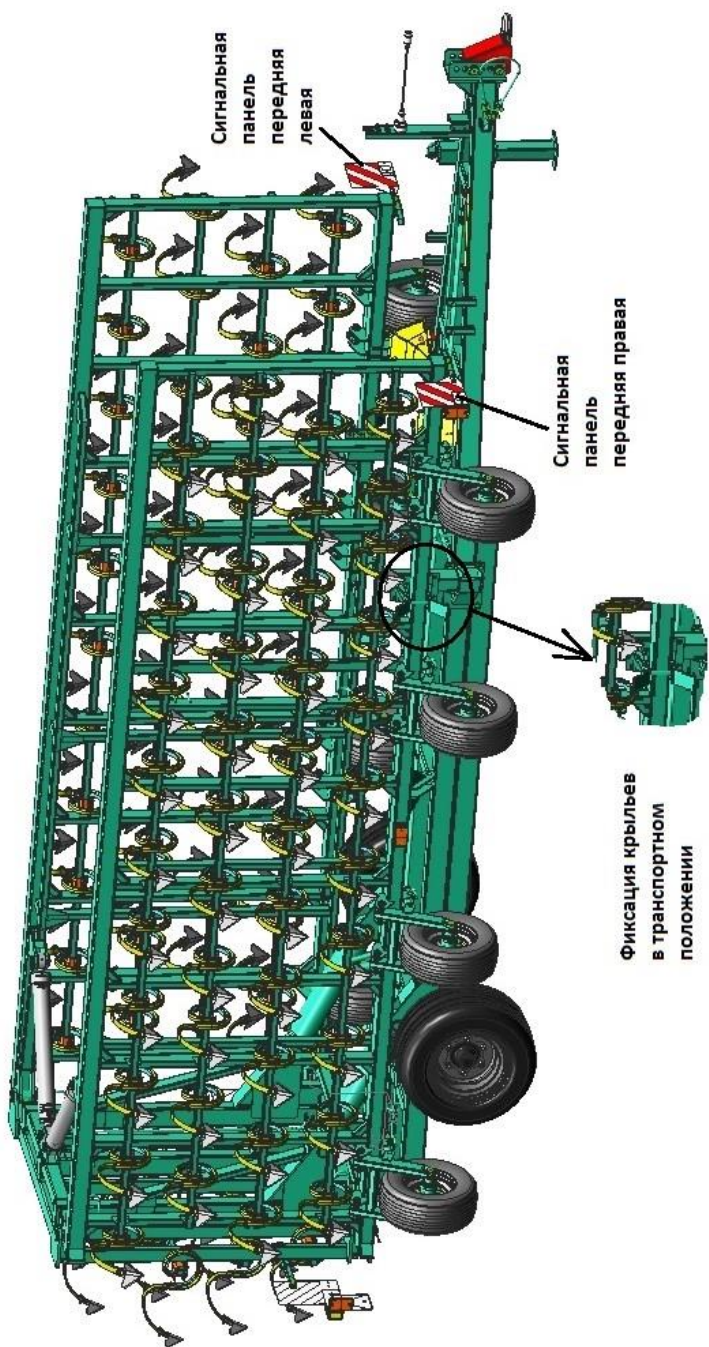

Рисунок 2 – Общий вид культиваторов в транспортном положении
Рисунок 2а – Общий вид культиваторов в транспортном положении
4.4 Перевод культиватора в транспортное положение (рис. 2, 2а):
4.5 Установка и монтаж электрооборудования (рис. 2, 2а):